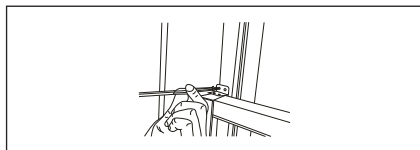

Fig. 16
6. For å sikre den nedre vindusrammen i posisjon festes den rettinklede vindusrammelåsen med en 1/2" (12,7 mm) skruer som vist (Fig. 16).